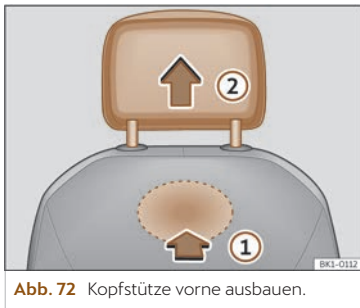

Abb. 72 Kopfstütze vorne ausbauen.
- Lokalisieren Sie zum Entriegeln der Kopfstütze die Aussparung im markierten Bereich auf der Rückseite der Sitzlehne und drücken Sie in Pfeilrichtung >>> (Abb. 72) ①.
- Ziehen Sie die Kopfstütze in Pfeilrichtung ② heraus.